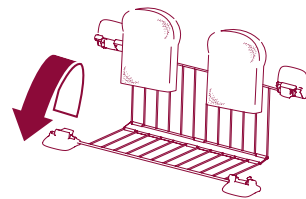

Fig. 13
- 1 Abrir la pinza ejerciendo presión en los dos elementos de toma. Introducir una o dos rebanadas de pan (fig. 13).